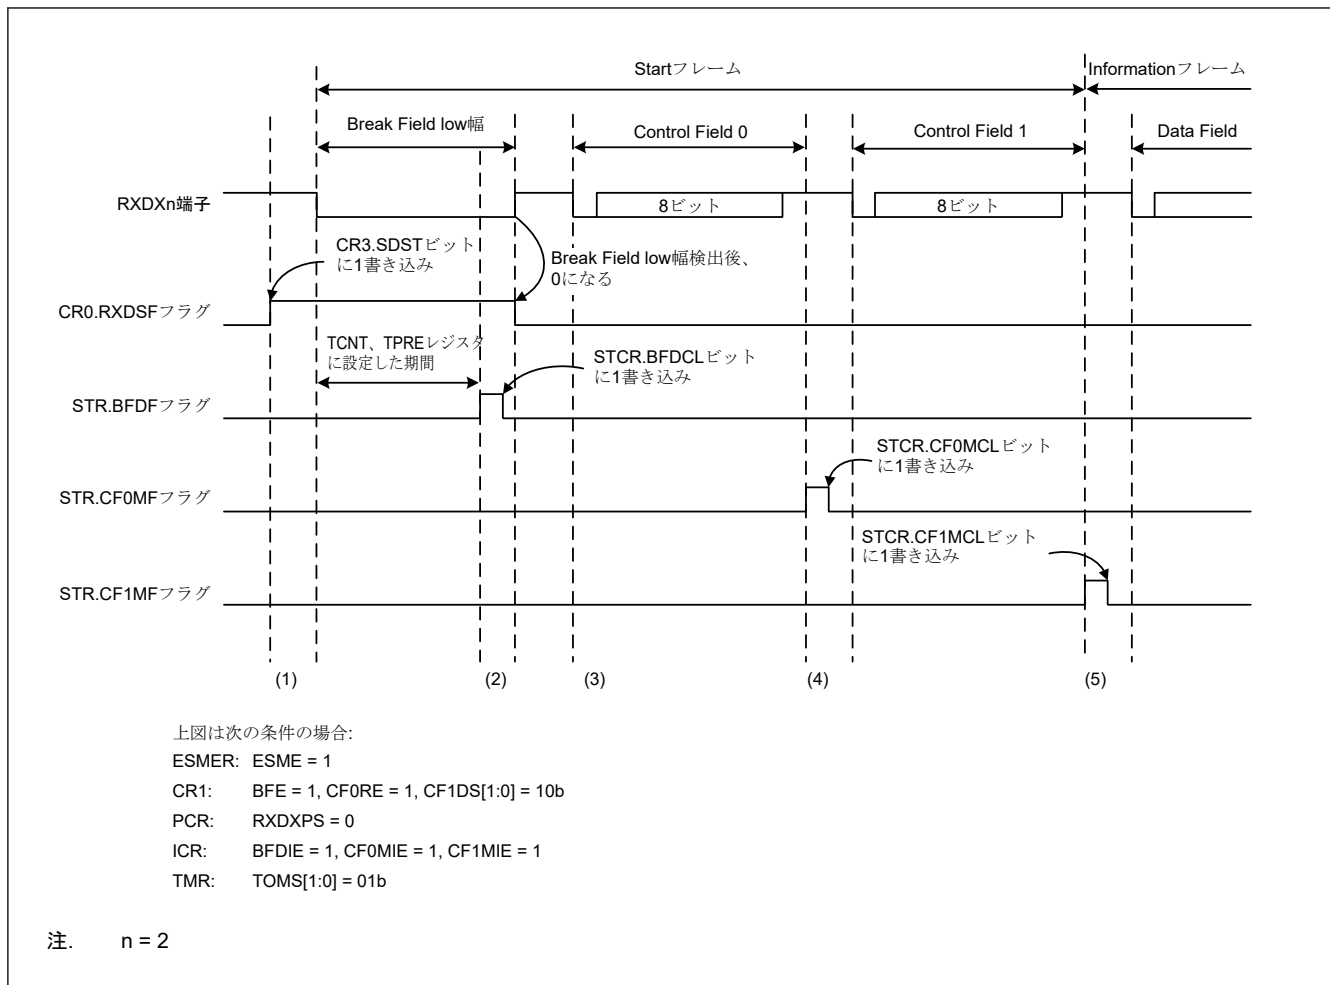
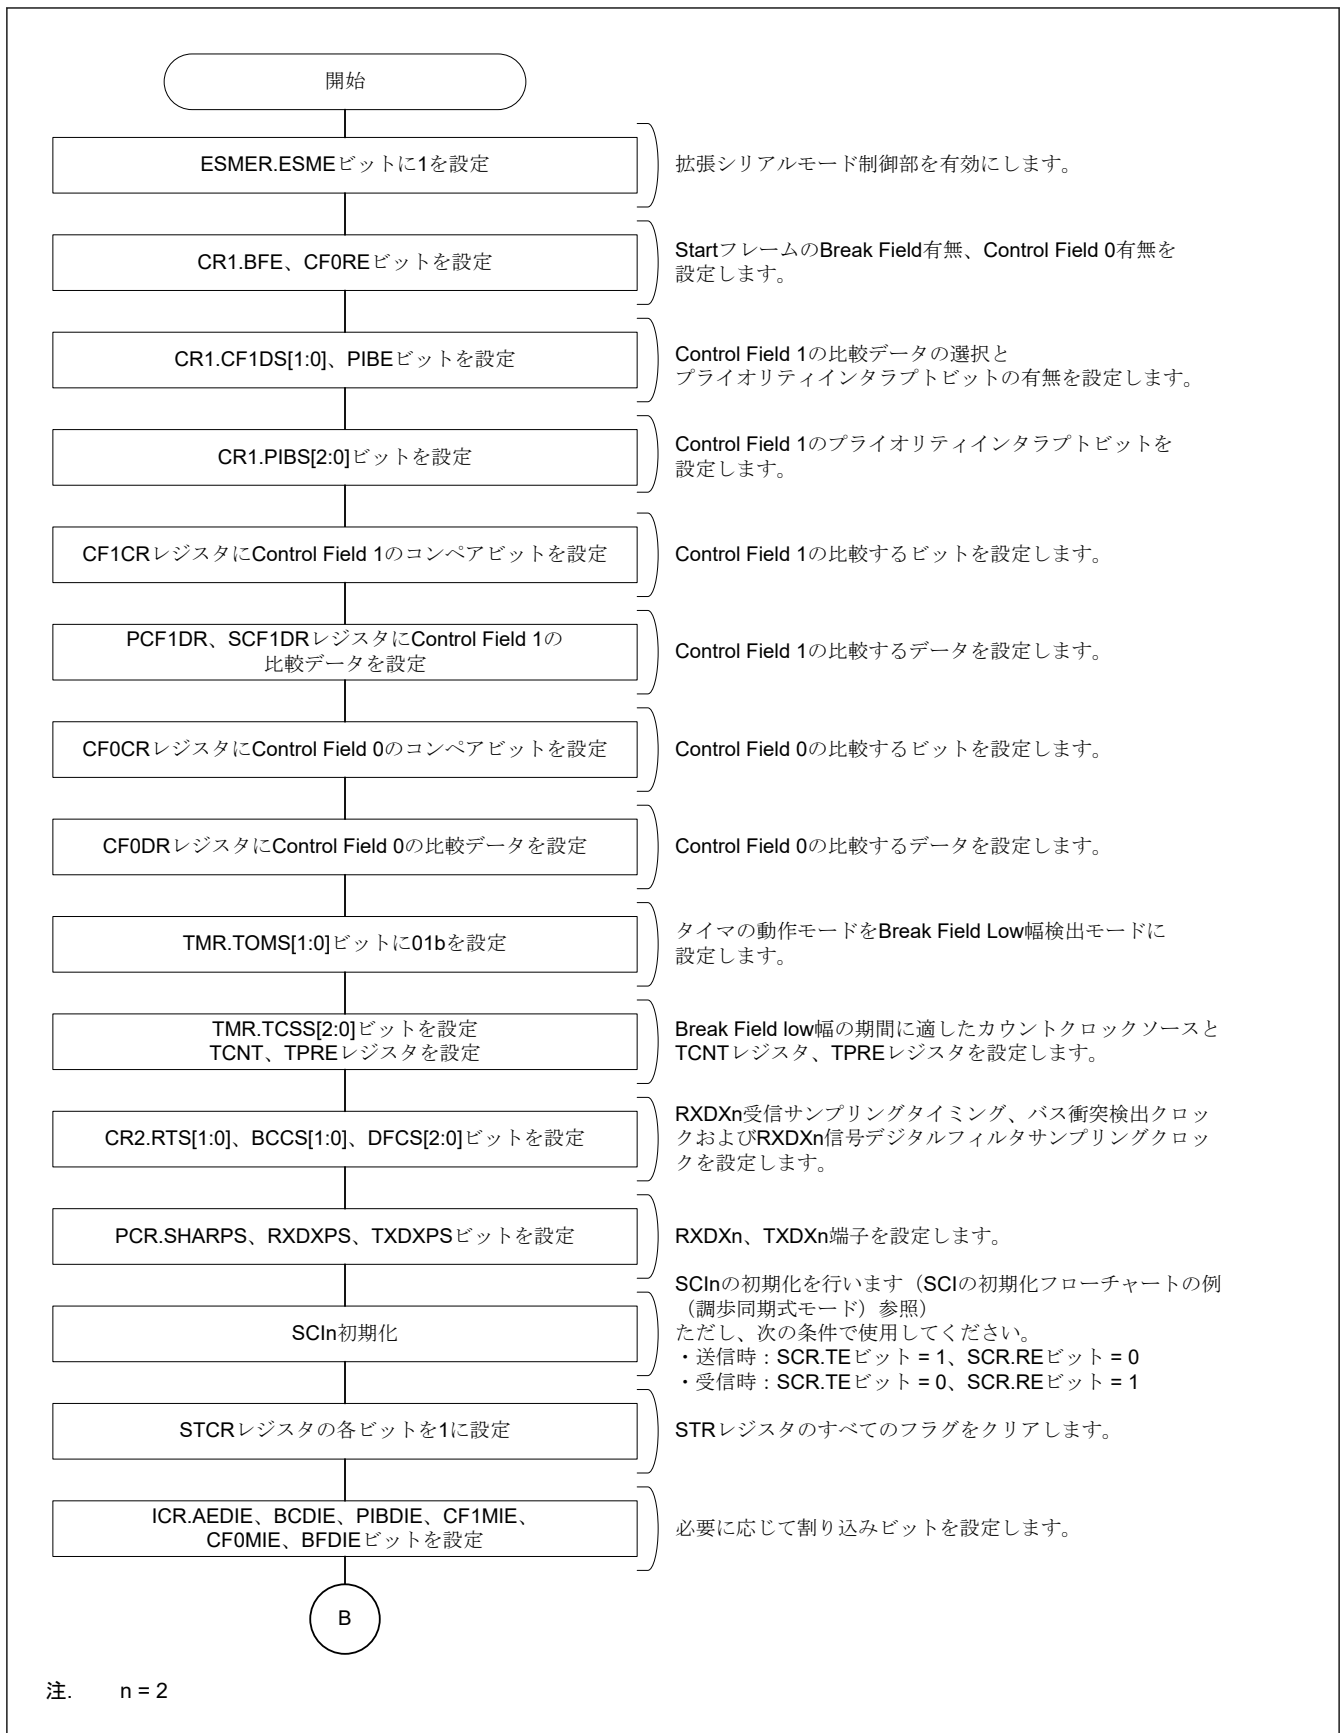
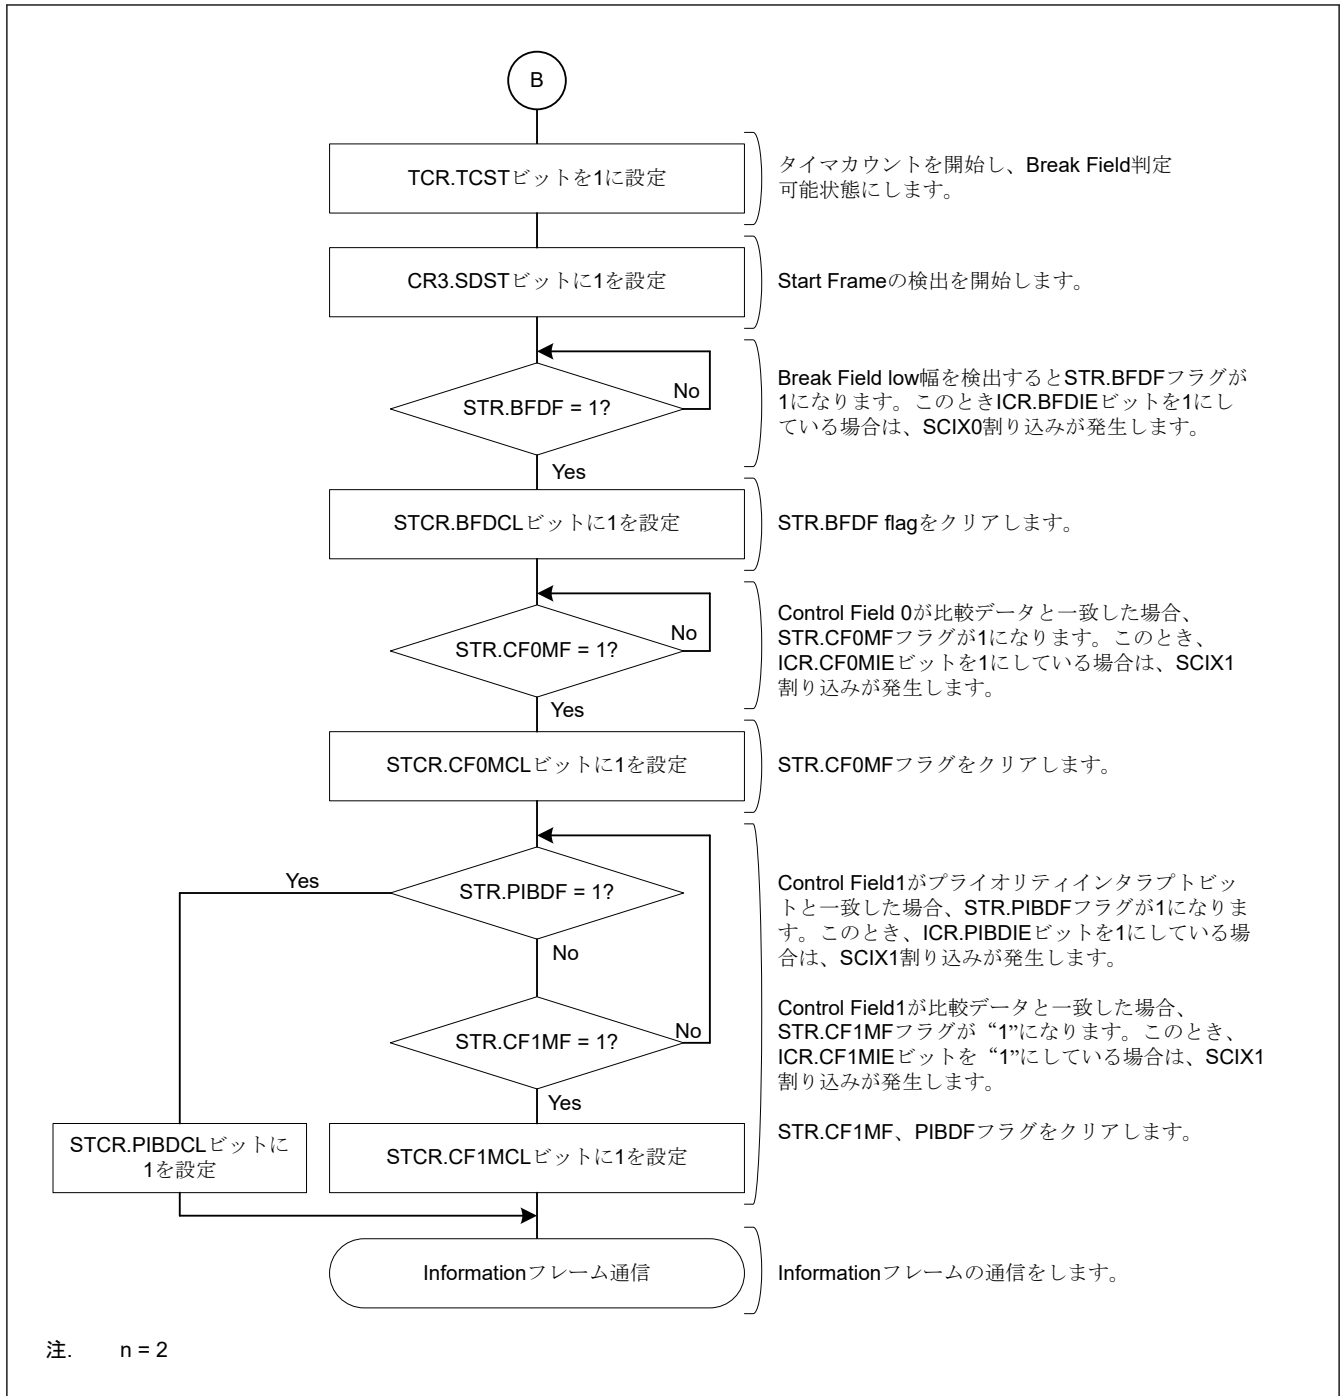
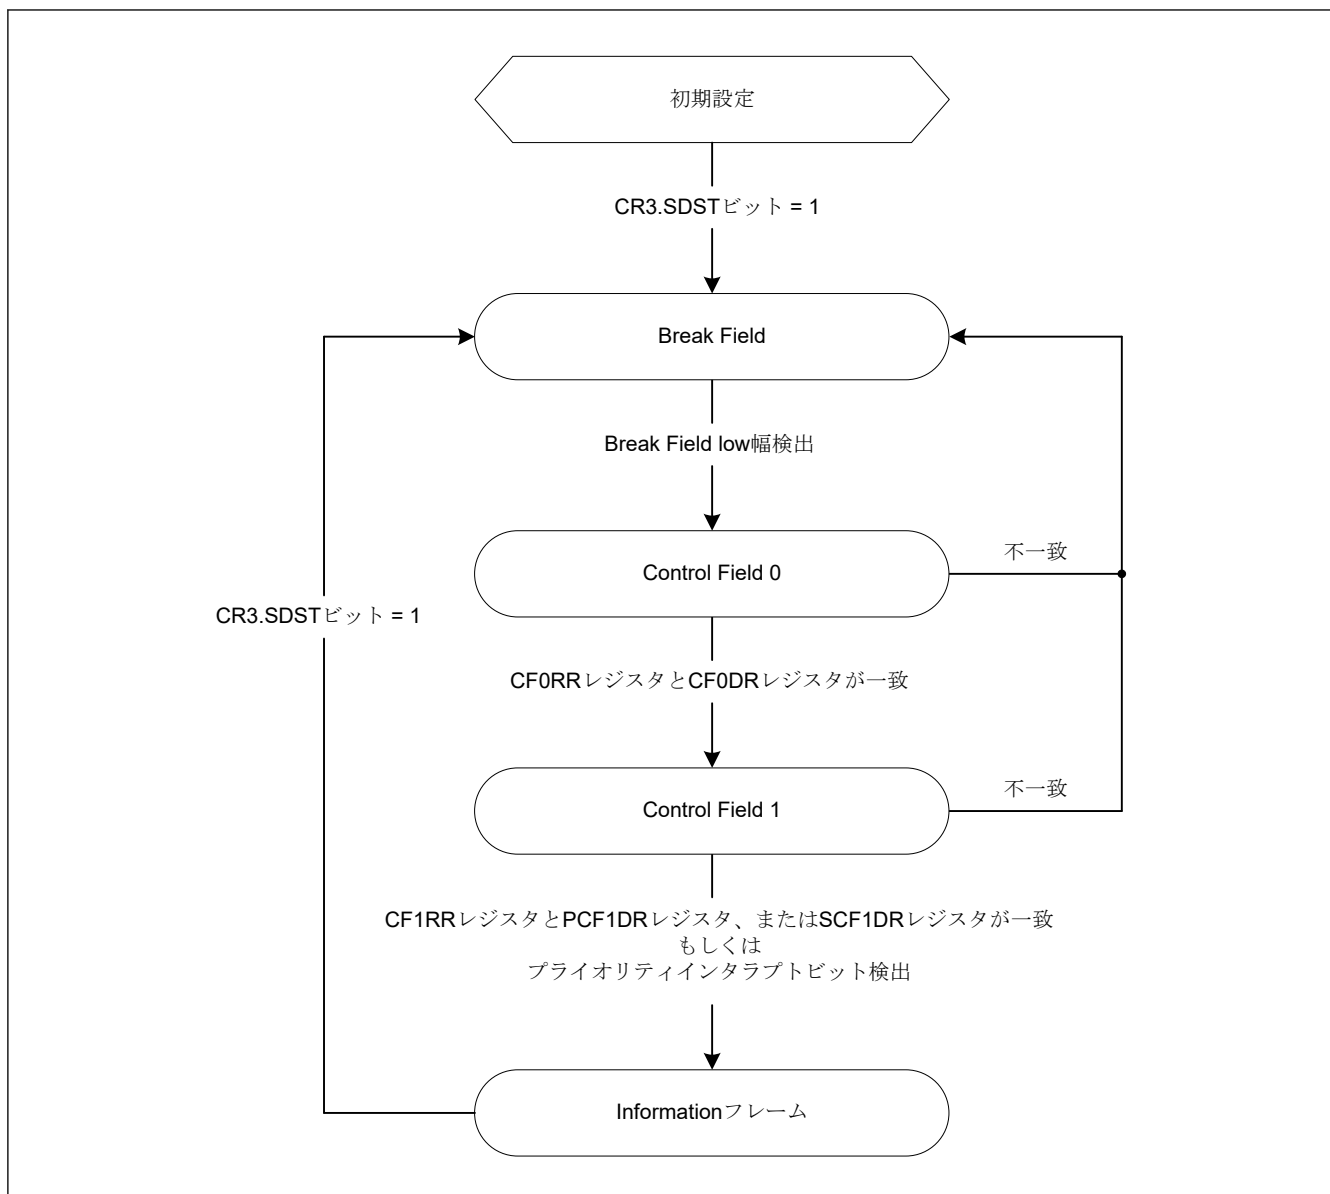

図 29.106 Start Frame 受信時の動作例
図 29.107 Start Frame 受信フローチャート例 (1)
図 29.108 Start Frame 受信フローチャート例 (2)
図 29.109 Start Frame 受信時の状態遷移図
図 29.106 に Break Field Low width、Control Field 0 および Control Filed 1 で構成される Start Frame の受信時の動作例を示します。図 29.107 と図 29.108 に Start Frame 受信のフローチャート、図 29.109 に拡張シリアルモード制御部の状態遷移図を示します。
(1)～(4) は図 29.106 の Start Frame 受信時の動作例 (1)～(4) と同様になります。
(5) CR1.PIBS[2:0]ビットで選択されたビットの値が PCF1DR レジスタの対応するビットの値と一致すると、STR.PIBDF フラグが 1 になります。また、ICR.PIBDIE を 1 にしている場合は、SCIX2 割り込みが発生します。SCIn (n = 2) による Information Frame の送信はその後に開始します。Control Field 1 で受信したデータが PCF1DR レジスタおよび SCF1DR レジスタに設定したデータのどちらとも一致せず、プライオリティインタラプトビットも検出しない場合は、Break Field Low width 検出前の状態に遷移します。